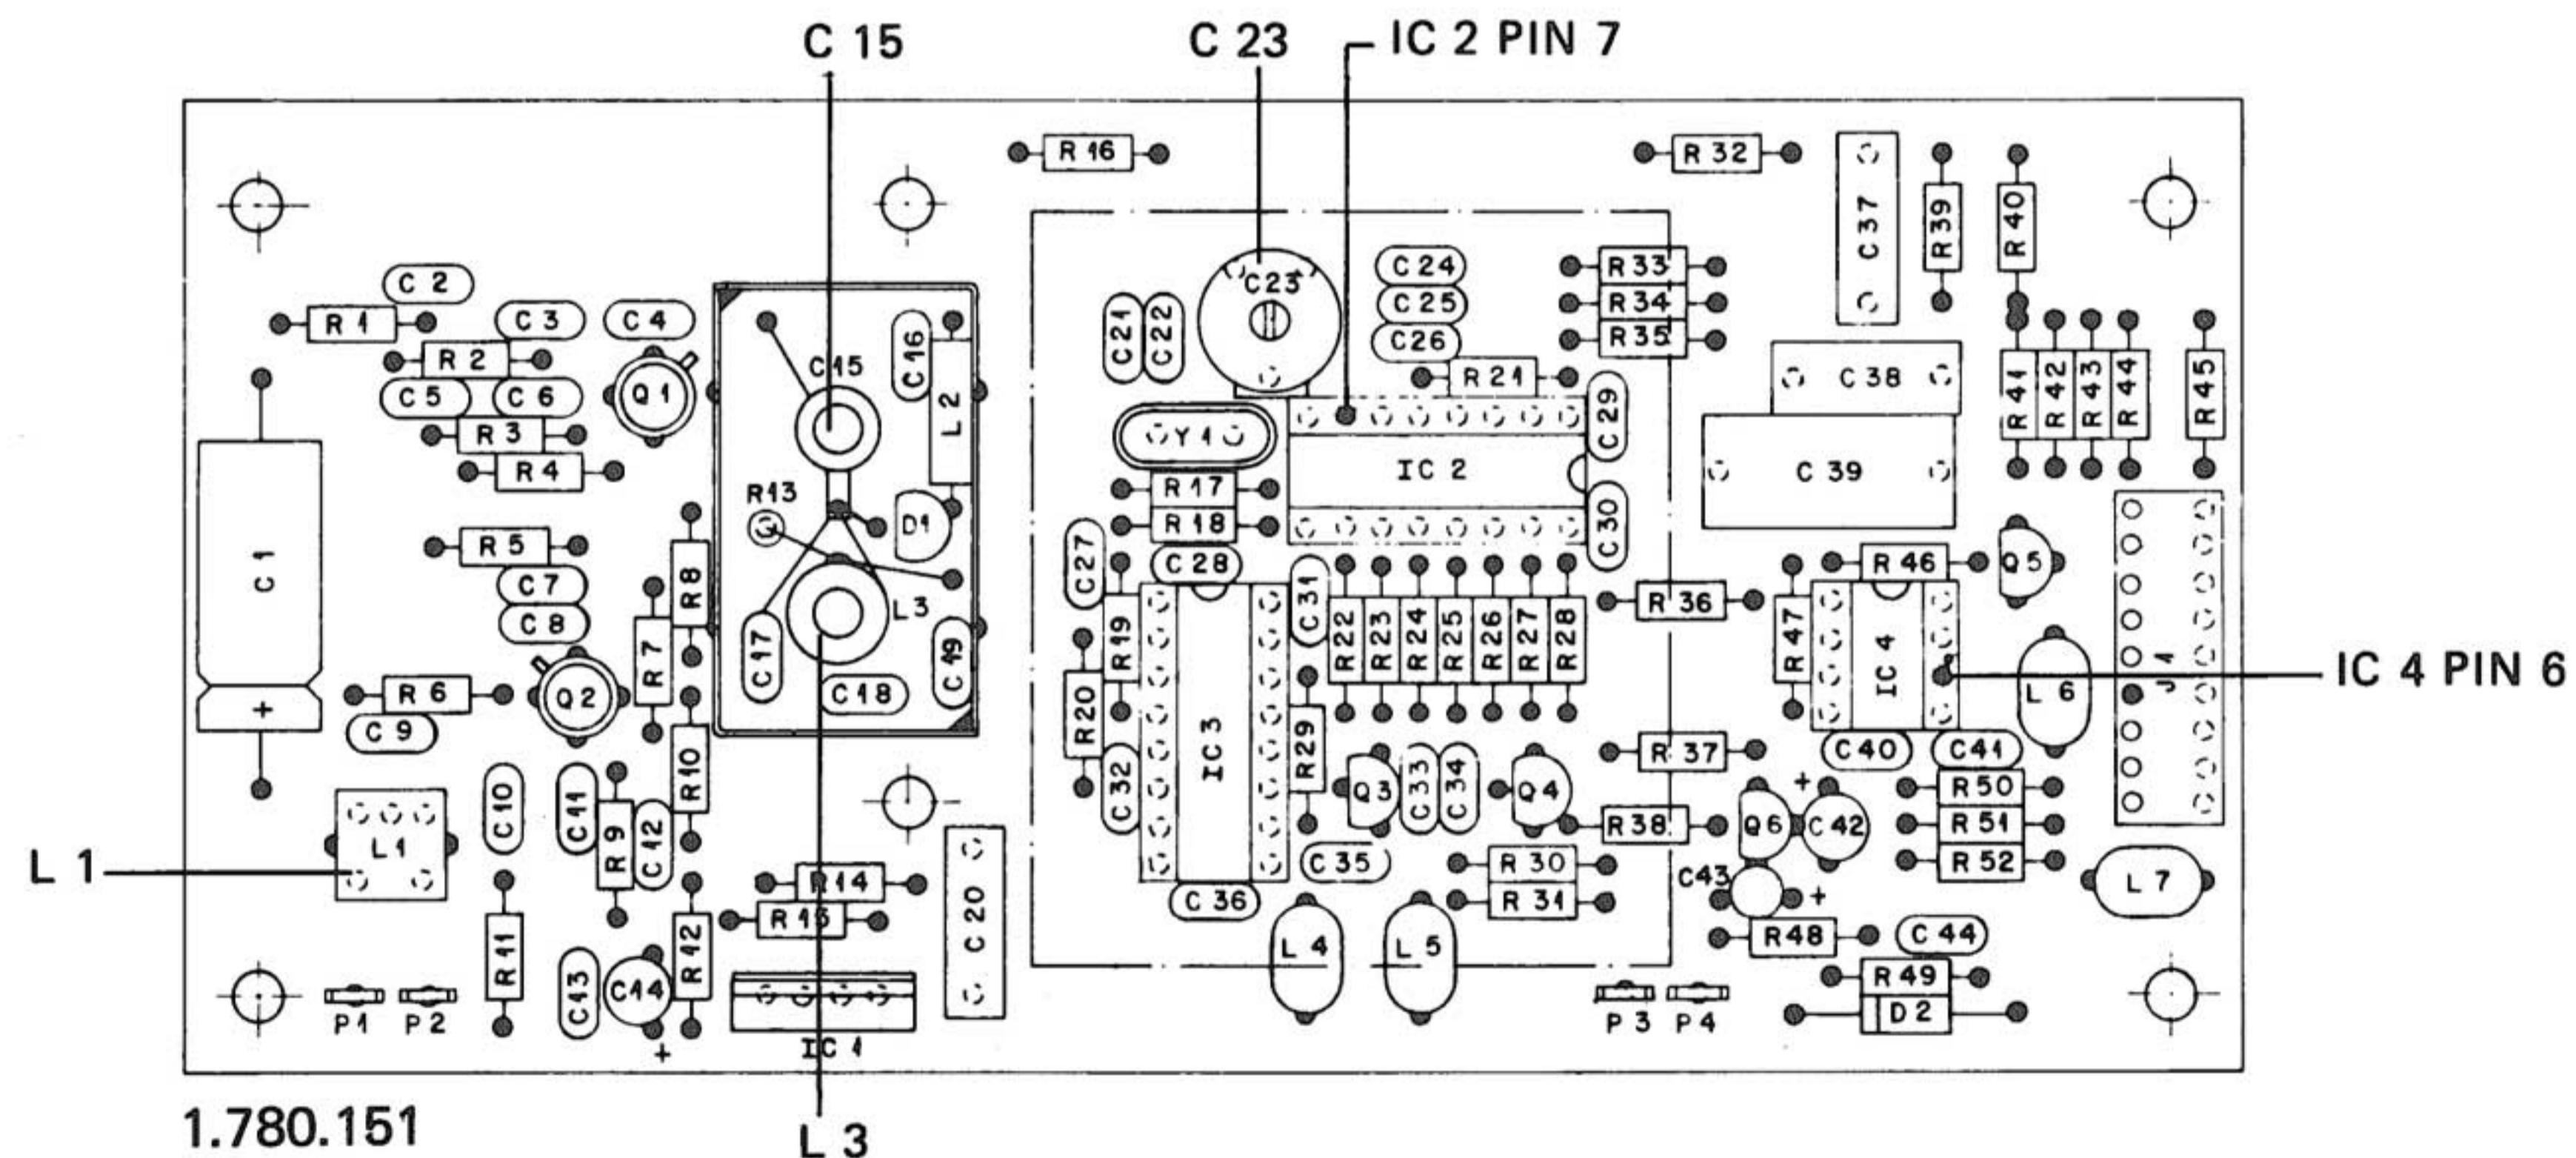

Fig. 4.5
- Gerät einschalten und Stationstaste 1 (87,50MHz) drücken. Mit dem Spulen-kern von L3 eine Nachstimmspannung von $4,5V \pm 0V$ einstellen (Fig. 4.5).
- Switch unit on and press station 1 (87.50MHz). Adjust for a fine-tuning voltage of $4.5V \pm 0V$ with the aid of the trimmer slug of L3 (Fig. 4.5).
- Enclenchez l'appareil et appuyez sur la touche de station 1 (87,50MHz). Réglez le noyau de L3 pour obtenir une tension d'accord de $4,5V \pm 0V$ (fig. 4.5).